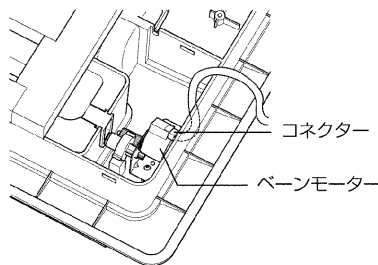
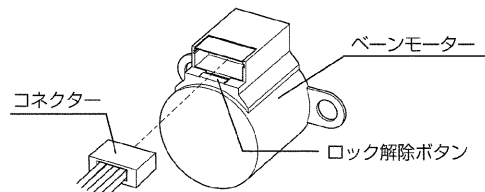

図20
図21
- ・ ベーンに接続しているコネクターを外します。コネクターはロックされていますのでロック解除ボタンを押しながらコネクターを外します。(図20、図21)